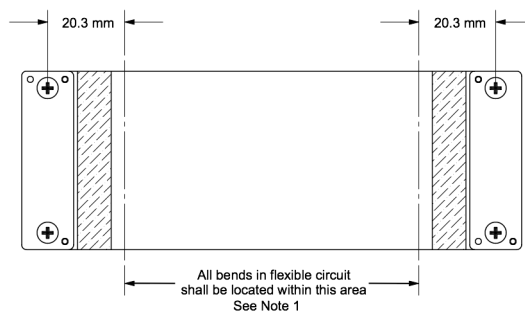

图 1-5. 柔性电缆图
- 将电缆弯曲至图 1-5 中标识的区域（即距离连接器板中心 20.3mm 的区域内）之外。